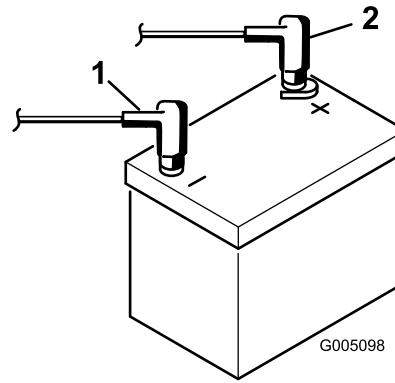

Figure 8
- Raccordez le câble positif (rouge) de la batterie à la borne positive (+) et le câble négatif (noir) à la borne négative (-) et fixez-les en place avec les vis et les écrous (Figure 8). Placez le capuchon en caoutchouc sur la borne positive pour éviter les courts-circuits.